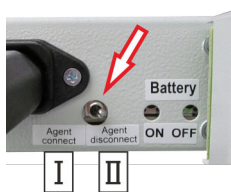

Fig. 75: Interruptor de bloqueo
- Antes de la realización de los trabajos de mantenimiento bloquear todos los sistemas interconectados mediante el interruptor de bloqueo (Fig. 75/flecha) (conmutar el interruptor de bloqueo a “Agent disconnect [bloqueado]” (Fig. 75/ II)).